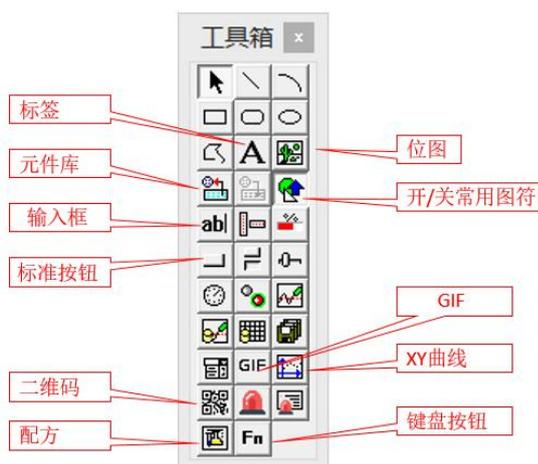

图 1.4-15 工具箱
- 工具箱中常用的构件有：标签、输入框、标准按钮和位图等。如图 1.4-15 所示。